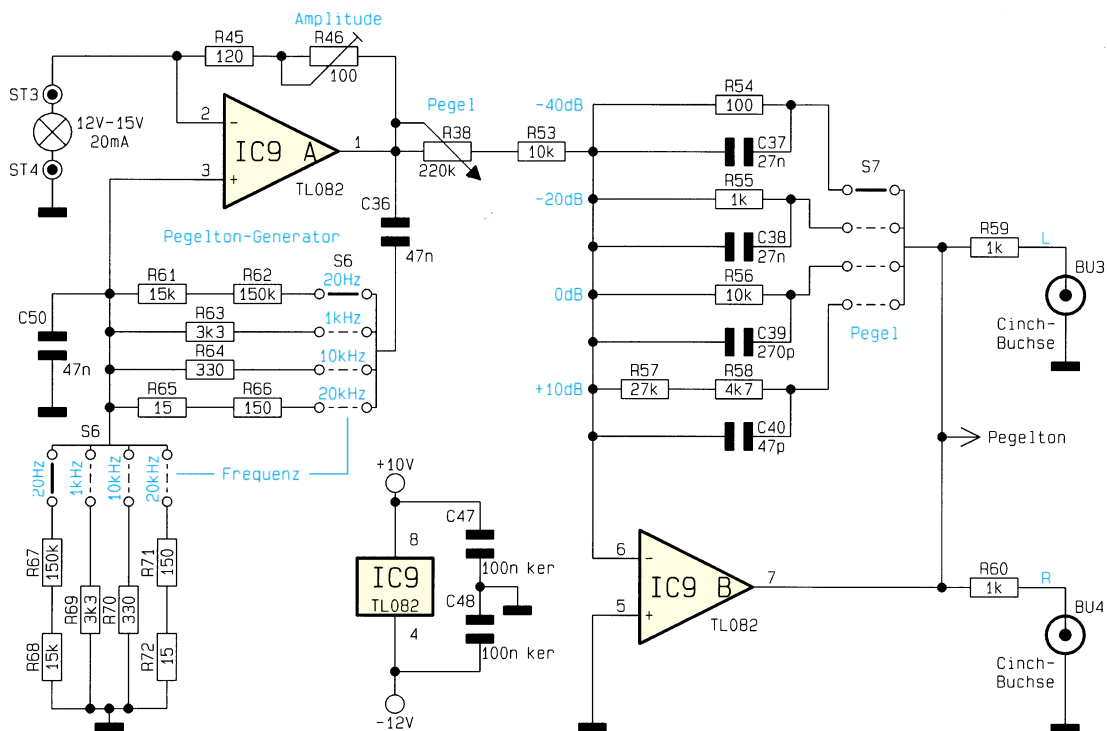

Bild 3: Schaltbild des Pegeltongenerators
- Bild 3: Pegelton-Generator
Pegeltongenerator (Bild 3)
Die Schaltung des im Signalverfolger integrierten Pegeltongenerators ist in Abbildung 3 zu sehen. Um eine möglichst klirrarmer Sinusschwingung zu erhalten, arbeitet die Schaltung als Wien-Robinson-Generator. Nur bei einer einzigen Frequenz wird die Phasenverschiebung des im Mitkopplungsweig liegenden Hochpasses (C 36, R 61 - R 66) durch den mit C 50 und R 67 bis R 72 aufgebauten Tiefpaß aufgehoben. Bei dieser Frequenz ist dann die Phasenbedingung erfüllt, und der Generator schwingt. Durch Umschalten der Widerstände im Hochpaß und im Tiefpaß (S 6) sind vier markante Audiofrequenzen selektierbar.